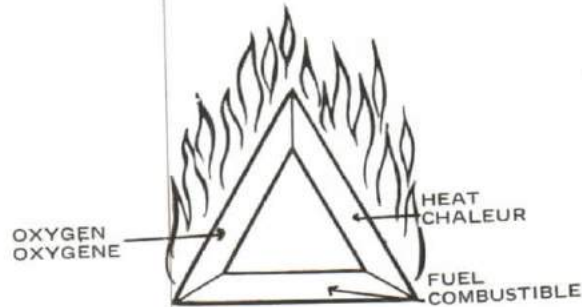

Figure 8-56
1. Fire has three necessary elements: (a) fuel in the form of vapour, (b) oxygen, generally supplied from the air, and (c) sufficient heat to bring the fuel vapour to its ignition point. See Figure 8-56. If one of these three elements is removed, combustion cannot continue. Fire is extinguished in one of three ways:
1. Le feu comporte trois éléments essentiels: (a) un combustible sous forme de vapeurs, (b) de l'oxygène, généralement fourni par l'air ambiant, et (c) une quantité de chaleur suffisante pour amener les vapeurs combustibles au temps d'inflammation (voir la figure 8-56). Si l'on réussit à éliminer l'un de ces trois éléments, la combustion cesse. Un incendie s'éteint donc par l'une des trois méthodes suivantes: